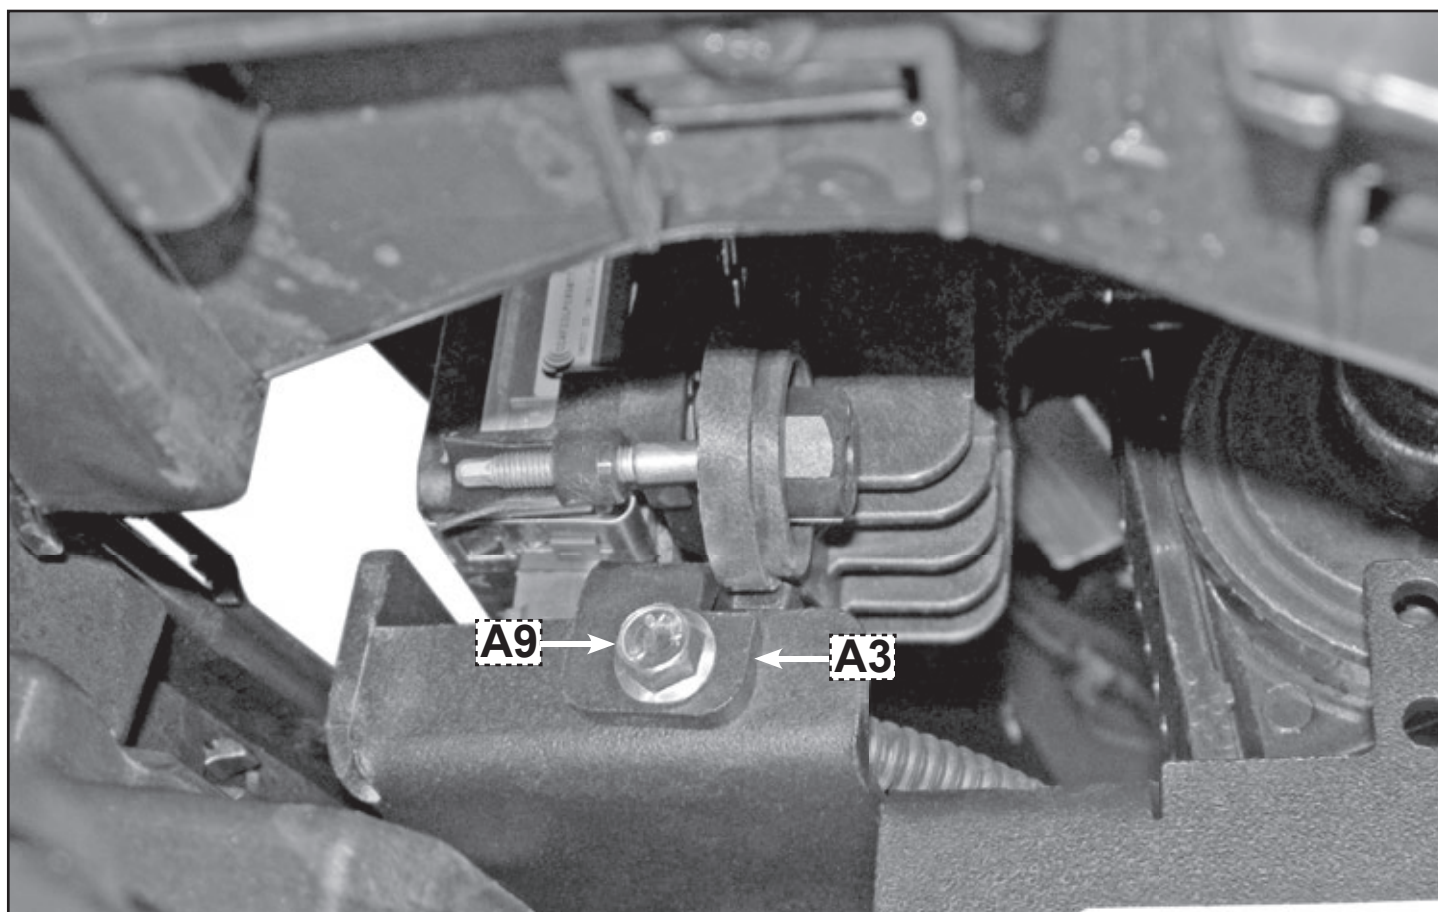

FIGURA 15
- **Nella figura 15** posizionare la piastra **A3** e fissarla con il perno **A9** in dotazione (vedi figura).